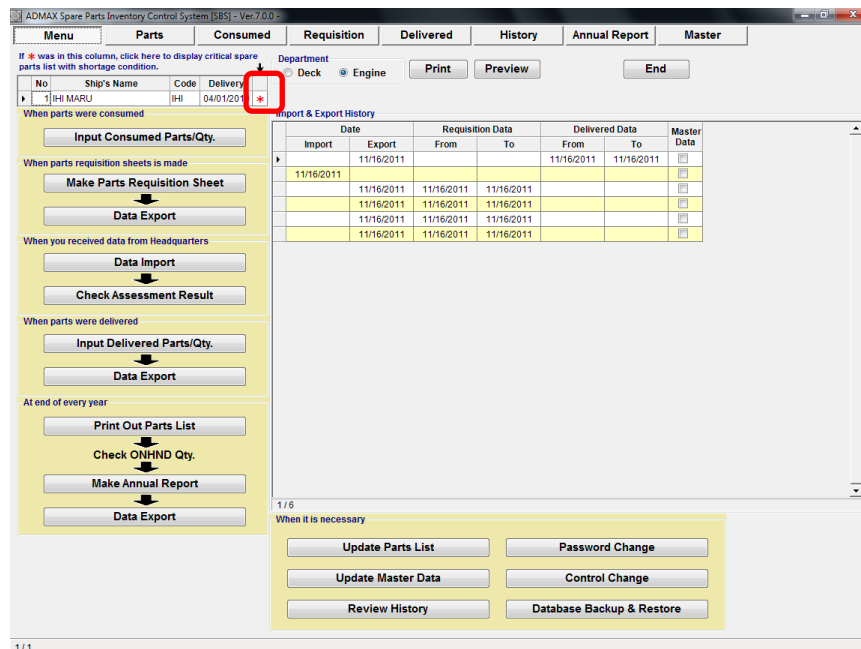

図 4.1 Menu 画面
1. “Menu”画面(図 4-1)で、本船リストの[*]マークを選択します。